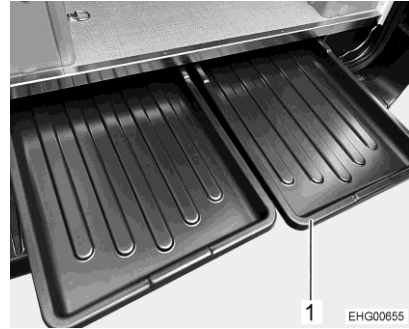

Fig. 27 Dispositivos de extracción en el doble fondo (equipamiento especial)
- Extraer uno de los dispositivos de extracción (Fig. 27,1) en la zona posterior del vehículo.